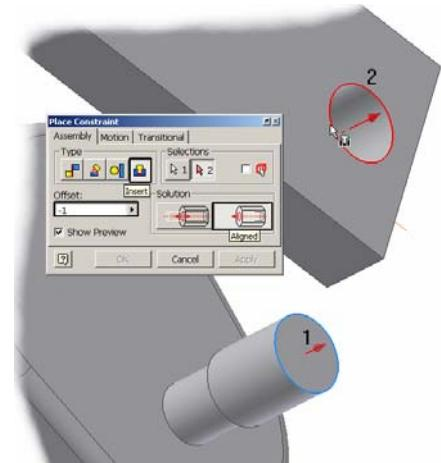

Figura 3.8.6.
- aliniere Type - **Insert, Solution – Aligned, Offset = -1** cilindru $\Phi 10$ **Camă** cilindru inferior $\Phi 10$ **suport camă** – lansare comandă **Constraint**, click punctul 1, click punctul 2, butonul **Apply**, figura 3.8.6. În urma operației, panelul **Browser Bar**, afișat în modul **Modeling View**, este completat cu intrarea **Insert (-1.000 mm)**.